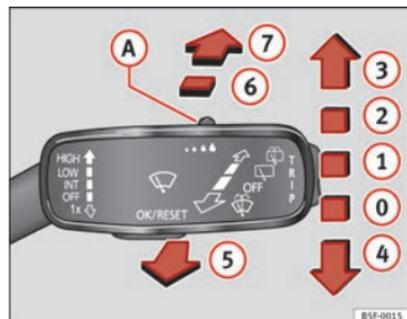

Fig. 66 Manejo del limpiaparabrisas y limpialuneta.
- Presione la palanca del limpiaparabrisas brevemente hacia abajo ⇒ fig. 66 (4).